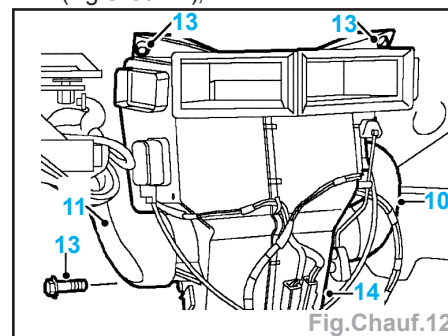

Fig. Chauff.12
- le conduit (10) de l'aérateur de désembuage D (Fig. Chauff.12),